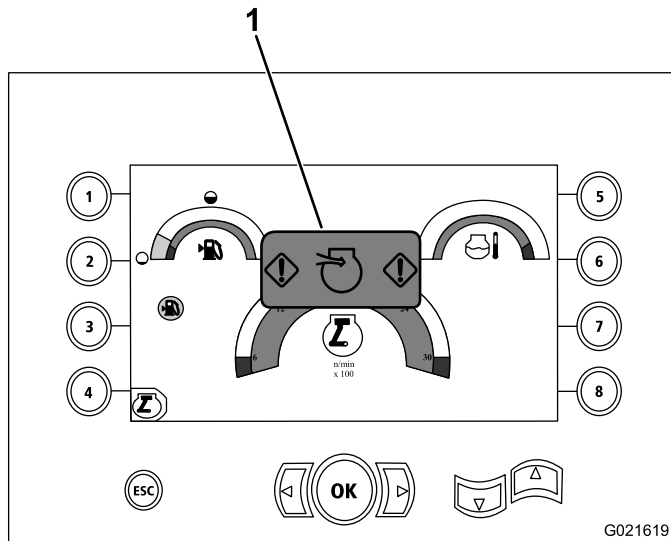

Figure 115
2. Vérifiez le témoin de colmatage du filtre à air sur l'affichage, comme montré à la Figure 115.